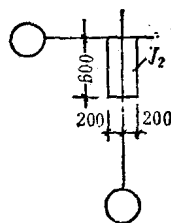

图5 构件与轴线的关系示意图
②柱子的定位尺寸 安装柱子时根据构件编号及定位尺寸对号就位。因此，安装图应明确地表示出构件与轴线的关系尺寸如图5所示。